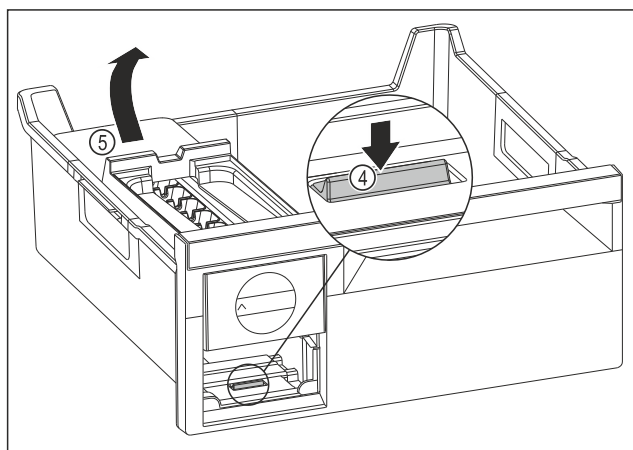

Fig. 87
- Retirer le corps de l'EasyTwist-Ice : Avec le doigt, pousser la languette Fig. 87 (4) vers le bas tout en soulevant de l'autre main le corps de l'EasyTwist-Ice Fig. 87 (5) depuis l'arrière.